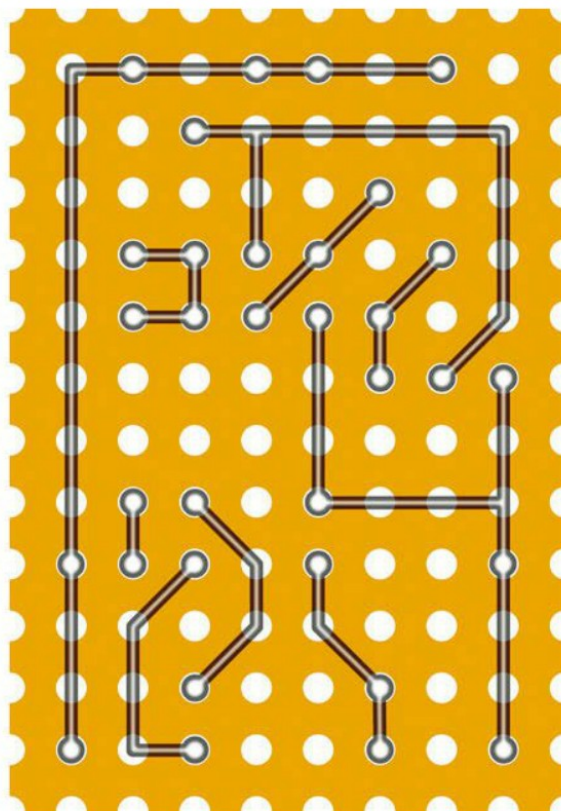

Figure 3-69. Le plan de câblage précédent est inversé horizontalement, afin de montrer la plaque vue du dessous.
Pour terminer, la figure 3-69 montre une vue de dessous de la plaque retournée selon l'axe vertical. Ceci devrait vous aider à réaliser les connexions lorsque vous assemblez les composants.
- Réunissez tous les composants et insérez-en trois ou quatre avec précaution, dans les trous de la plaque, en comptant les trous afin d'être sûr qu'ils sont au bon emplacement. Retournez la plaque et pliez les fils des composants pour les maintenir en place, puis créez les liaisons de la figure 3-69. Si l'un des fils n'est pas assez long, ajoutez un morceau de fil de câblage, sans sa gaine isolante.